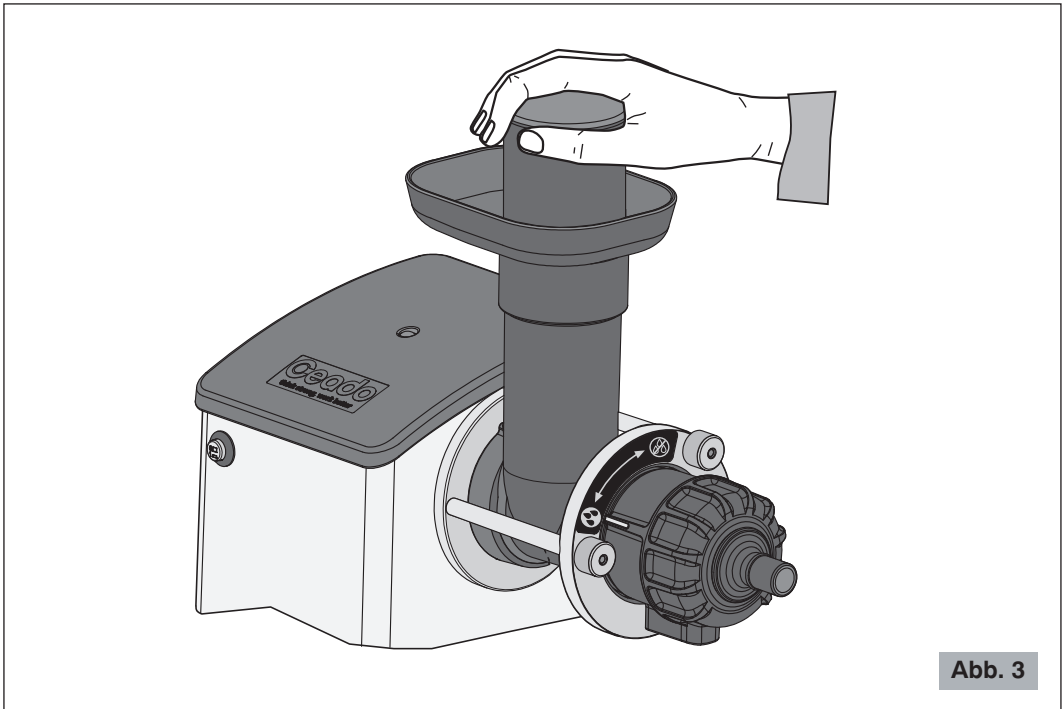

Abb. 3
- 5** Mit dem mitgelieferten Stößel, das Obst u./od. Gemüse stufenweise auf den Boden des Einfüllstutzens auf die sich drehende Schnecke drücken (siehe Abb. 3). Um mehr Saft zu erzielen, muss der Stößel immer langsam hinuntergedrückt werden. Kein Obst u./od. Gemüse hineingeben, wenn der Motor ausgeschaltet ist.